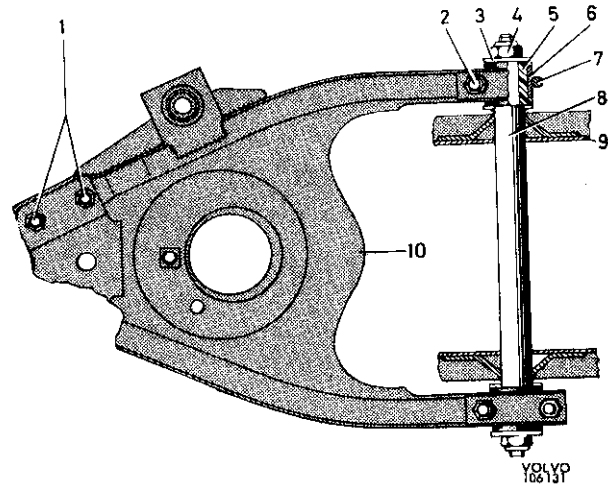
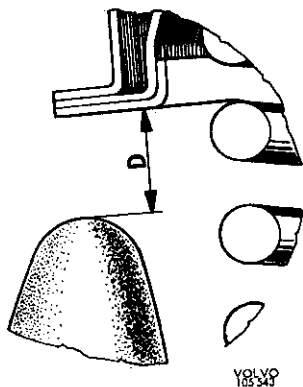

Abb. 31 Unterer Querlenker, früh. Ausf.
Abb. 32 Einbaulage für Querlenker
2. Muttern (2, Abb. 31) abschrauben und die Krampen (7) entfernen. Muttern (4) lösen und Unterlegscheiben (3) abnehmen.
4. Neue Gummibuchsen (5) und Metallbuchsen (6) mit Seifenlösung anfeuchten und auf der Querlenkerachse (8) einbauen. Unterlegscheiben (3) anbringen und die Muttern (4) aufschrauben. Beim Anziehen der Verschlußmutter soll der Querlenker radseitig so weit hochgestützt werden, daß der Abstand zwischen Gummipuffer und Vorderachsträger ungefähr 40 mm beträgt. Anziehmoment für Verschlußschrauben: 5,5–6,2 mkp.
5. Querlenker entlasten und die Krampen (7, Abb. 31) mit den Muttern (2) um die Querlenkerachse zusammenspannen. Muttern mit einem Moment von 2–2,5 mkp festziehen.
5. Querlenker-Achsbolzen (3) einbauen. Beachten, daß die kleinere Scheibe (1) unter dem Bolzenkopf angebracht werden muß.
6. Gegenüberliegend die größere Scheibe (5) anbringen und die Verschlußmutter (6) aufschrauben. Verschlußmutter nicht endgültig festziehen.
7. Wagenheber senken und radseitig unter der Feder ansetzen. Unteren Querlenker vorsichtig hochstützen, bis der Abstand zwischen Gummipuffer und Vorderachsträger (Maß D, Abb. 32) ca. 40 mm beträgt. In dieser Stellung
7. Betr. früh. Ausf.: Die Mutter (2, Abb. 31) lösen und die Krampen (7) bauseitig öffnen, wonach der Querlenker abgehoben werden kann.
Für beide Ausführungen gilt, daß der Abstand von der Spitze des Gummipuffers bis zum Vorderachsträger (Maß D, Abb. 32) ca. 40 mm bei Festzug der Verschlußmutter (4, Abb. 31) bzw. (6, Abb. 15) betragen muß. Bez. Stoßdämpfer sei bemerkt, daß mehrere Ausführungen mit unterschiedlichen Anweisungen zum Festzug der Muttern in Gebrauch sind. Siehe diesbezüglich im Werkstatt-Handbuch, Abt. 7 unter dem Titel „Einbau der Stoßdämpfer“. Nach Umrüstung des unteren Querlenkers ist die Vorderradstellung zu überprüfen und ggf. zu berichtigen, s. unter „Vorderradeinstellung“.